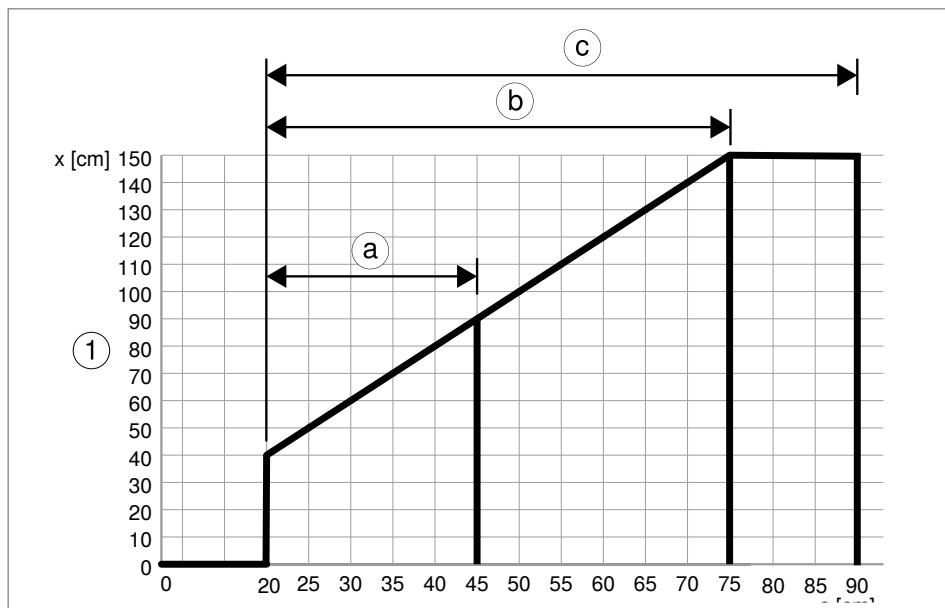

Abb. 53: Minimal erforderlicher Abstand zwischen Anschlusselement und Potentialanschlussklemme in Luft
- Die Potentialanschlussklemme mit $\geq 6 \text{ mm}^2$ Cu oder leitwertgleich mit dem Potentialausgleich verbinden (siehe Abb. 53).